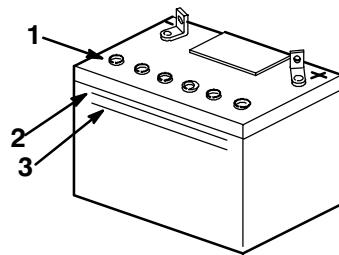

Figure 18
- Observez le côté de la batterie. Le niveau de l'électrolyte doit atteindre le trait supérieur (Fig. 18). Ne laissez pas l'électrolyte descendre en dessous du trait inférieur (Fig. 18).
- Enlevez les bouchons d'aération de la batterie (Fig. 18).
- Versez de l'eau distillée avec précaution dans chaque élément jusqu'au repère supérieur (Fig. 18) sur le côté de la batterie.
- Attendez cinq à dix minutes après avoir rempli les éléments. Ajoutez de l'eau distillée au besoin, pour amener le niveau au repère supérieur (Fig. 18) sur le côté de la batterie.